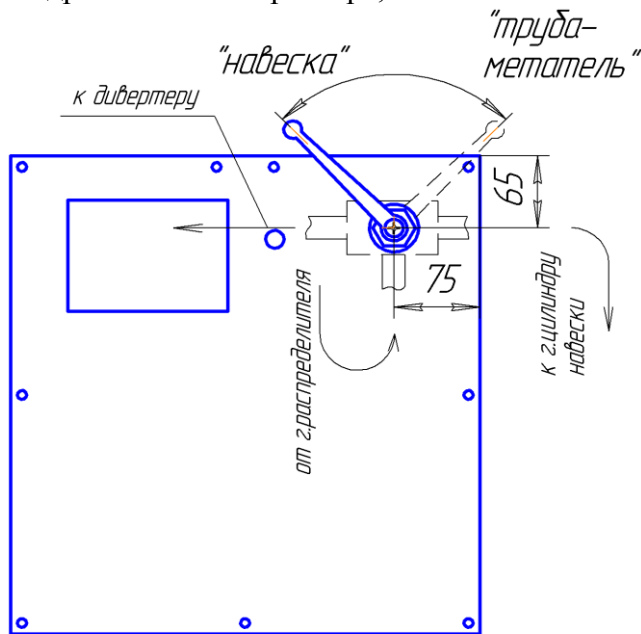

Рисунок 5.
- в крышке по указанным размерам на схеме (рис. 5) просверлить отверстие  $\varnothing 23$  мм;